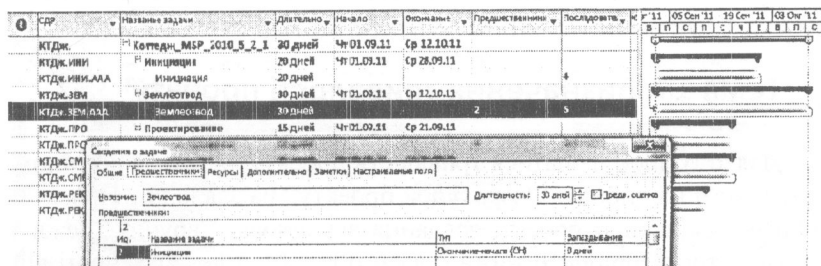

Рис. 23. Визначення зв'язків
- вибрати тип зв'язку та запізнювання (за необхідності), рис. 23.